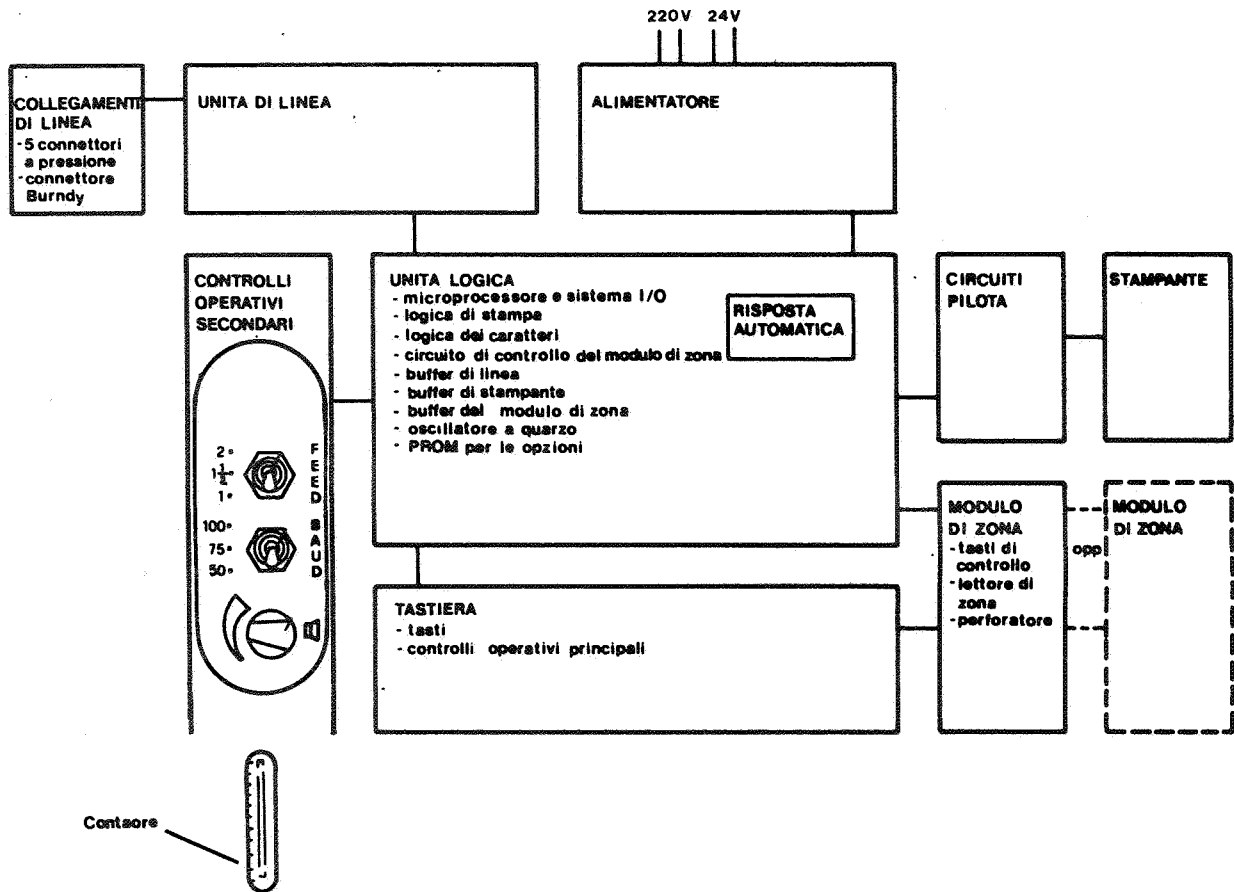

Fig. 1.3. - SCHEMA A BLOCCHI
1.2.1.- Parti fondamentali (vedi schema a blocchi di fig. 1.3.)